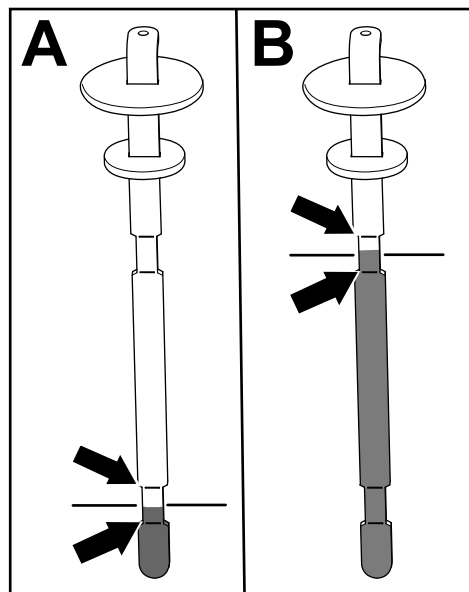

Рисунок 81
5. Извлеките щуп и проверьте уровень рабочей жидкости (Рисунок 81).
- Если у вас на машине установлен режущий блок: уровень гидравлической жидкости должен находиться на соответствующем уровне между 2 нижними отметками на щупе (А на Рисунок 81). Также допустимо, если уровень жидкости находится выше нижних отметок.
**приводом:** уровень гидравлической жидкости должен находиться на соответствующем уровне между 2 верхними отметками на щупе (В на Рисунок 81).